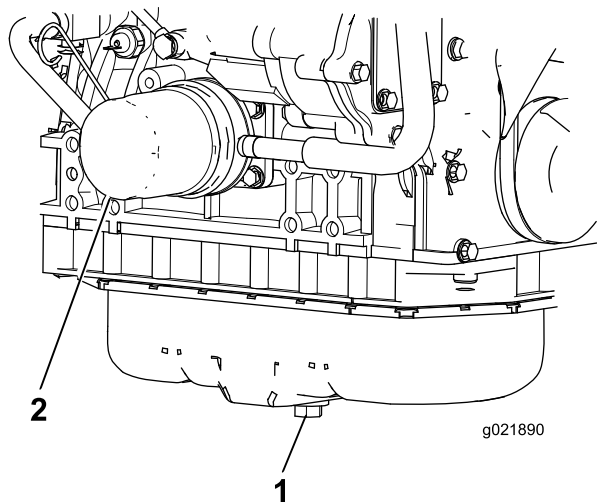

Figura 84
1. Togliete il tappo di spurgo e lasciate defluire l'olio in una bacinella (Figura 84).
3. Togliete il filtro dell'olio (Figura 84).